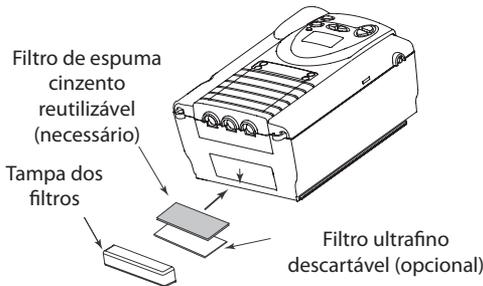

Figura 5-1 Instalação dos filtros
2. Deslize os filtros para dentro da entrada de ar do dispositivo e empurre-os para baixo, para dentro da reentrância, como mostrado na Figura 5-1.